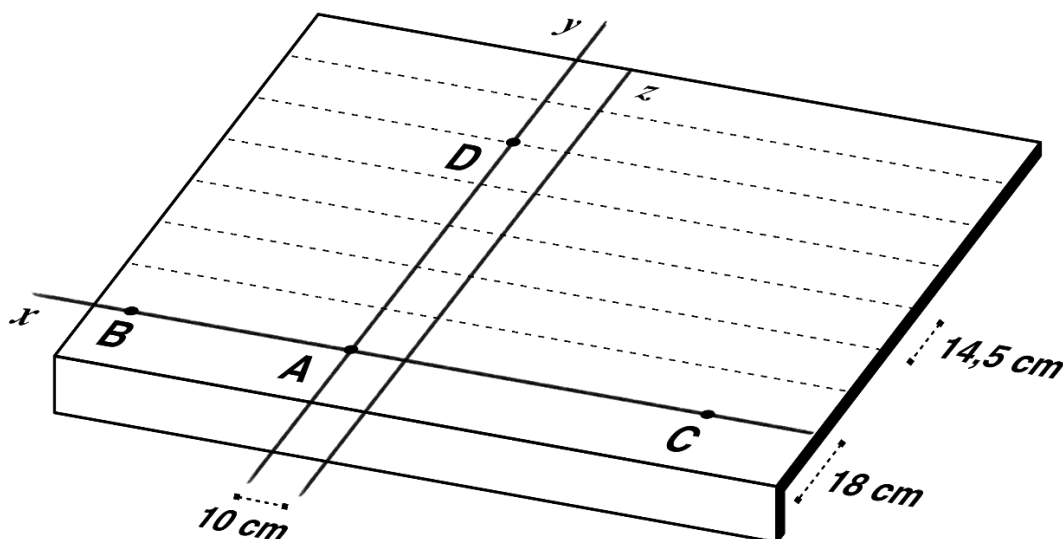

Fig. 3 - Tracciatura della falda [cm]
- Tracciare delle linee orizzontali e parallele a **x**, ad una distanza fra loro di 14,5 cm, fino ad arrivare al colmo - vedi Fig. 3.